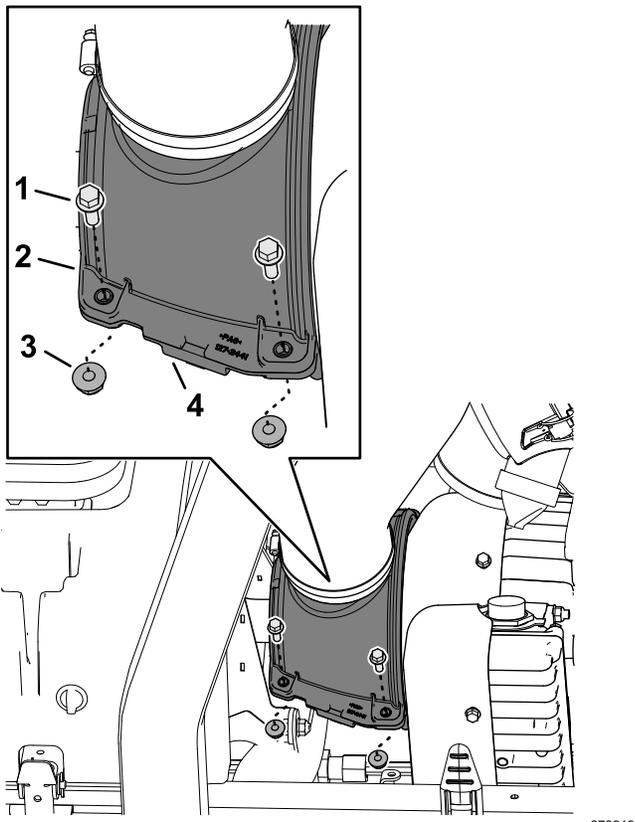

图 68
3. 用 4 个凸缘头平头螺丝和 4 个凸缘锁紧螺母固定发电机冷却空气罩的两半和压缩限制销图 68